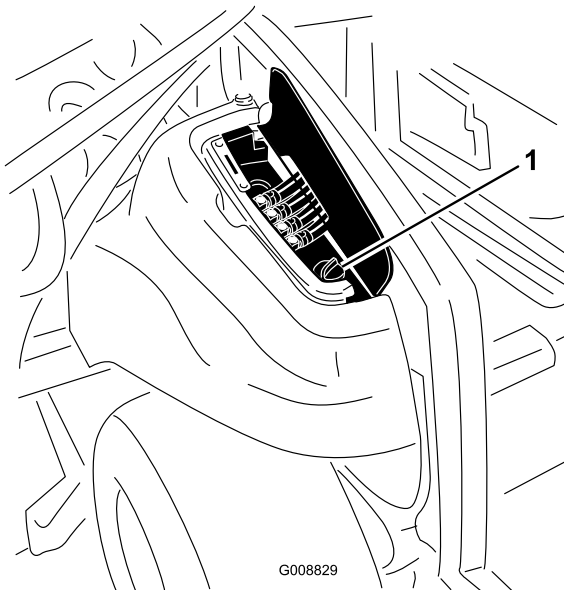

Figure 86
2. Du côté droit de la machine, soulevez le couvercle d'accès pour exposer le bouchon du réservoir hydraulique (Figure 86).
3. Nettoyez la surface autour du goulot et du bouchon de remplissage du réservoir hydraulique (Figure 86). Enlevez le bouchon du goulot de remplissage